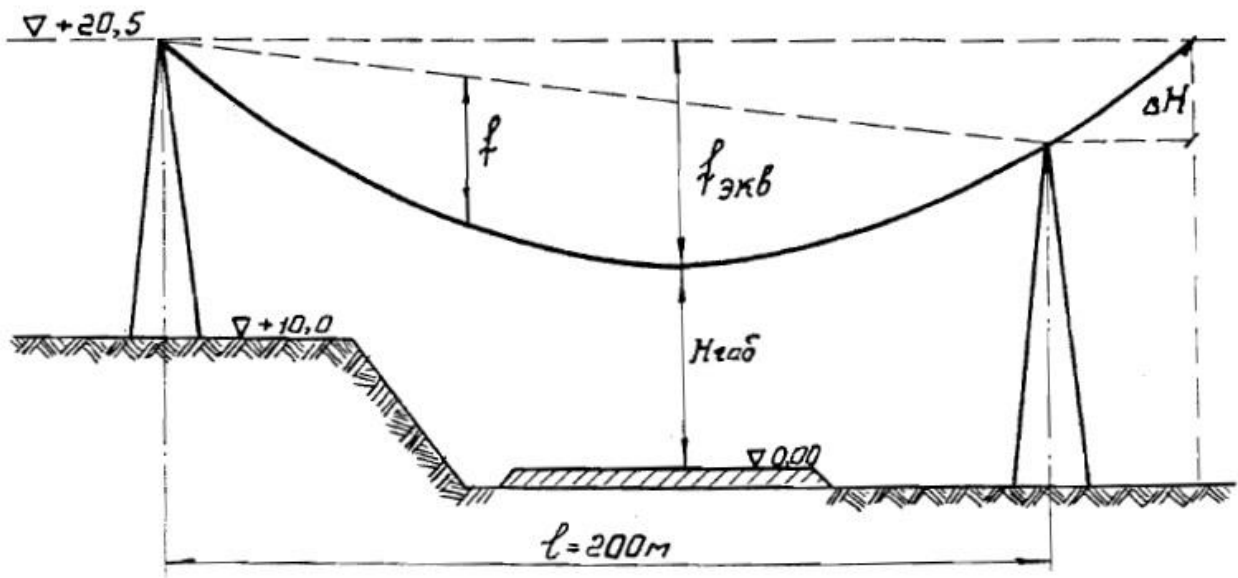

Рисунок 9 - Схема пересечения ВЛ и автодороги.
37. Проверить габарит над полотном автомобильной дороги III категории при пересечении с ВЛ 35 кВ на металлических опорах с проводом АС 95 (рис.9). Климатические условия: $P=50$ кг/м², $C=15$ мм. По требованиям ПУЭ габарит при $t_{\max.} = +36^{\circ}$ С должен составлять $H = 7,0$ м.